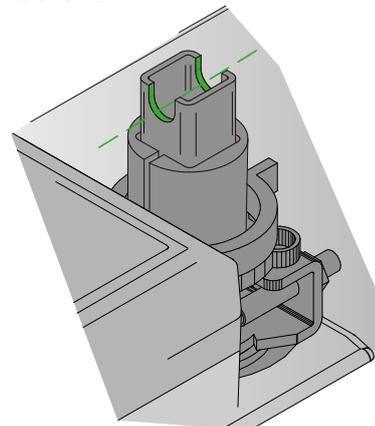

Abb. 12. Der Ausschnitt in der Klappenwelle zeigt die Stellung der Klappe an.
- Wiedermontage in umgekehrter Reihenfolge. Achtung! Stellung von Klappenblatt und Sicherungsplatte, siehe Abb. 12 und 13.